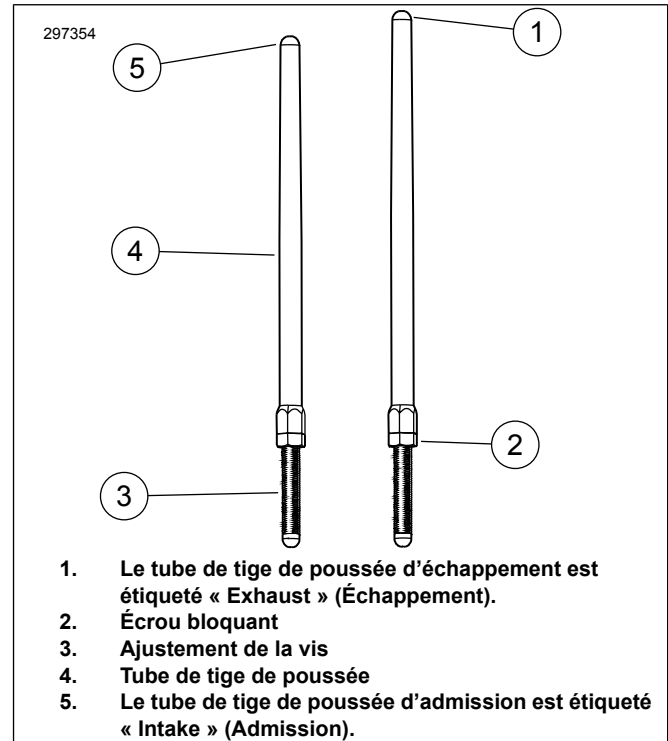

Figure 1. Tige-poussoir réglable
- Consultez Figure 1 . Desserrer l'écrou de blocage sur toutes les tiges-poussoirs et les ajuster à leur longueur la plus courte.
- Consultez Figure 1 . En maintenant la vis de réglage de la tige de poussée en place à l'aide d'une clé de 5/16 po, tournez lentement le tube de tige de poussée avec une clé de 1/2 po, soit deux tours et demi complets en sens horaire (allongeant ainsi la tige de poussée) comme vu du bas. (Il y a un point sur les parties plates du tube de tige de poussée qui peut être utilisé comme référence.)